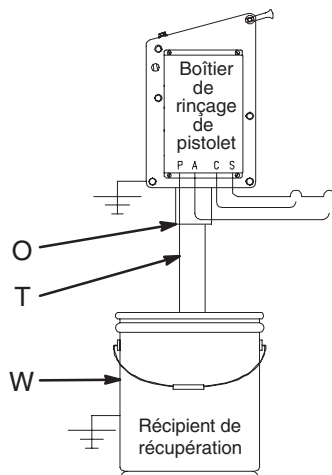

Fig. 3.15
2. Installer le coffret d'électrovannes de rinçage de pistolet (G) dans la zone non dangereuse, à moins de 7,6 m du boîtier de rinçage de pistolet. Un câble de 30,5 m (C9) est fourni pour raccorder le coffret d'électrovannes à l'automate (B).
3. Poser une tuyauterie ou un tube droit (T) de 0,6 m entre la sortie produit du boîtier de rinçage de pistolet (O) et un récipient de récupération fermé (W). Voir Fig. 3.15.